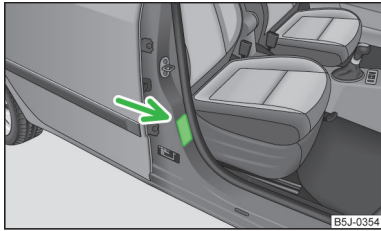

Abb. 117
- Auf diese Tatsache weist auch der Aufkleber hin, der sich an der B-Säule auf der Beifahrerseite befindet » Abb. 117. Der Aufkleber ist nach dem Öffnen der Beifahrertür sichtbar. Für einige Länder ist der Aufkleber an der Sonnenblende des Beifahrers angebracht.